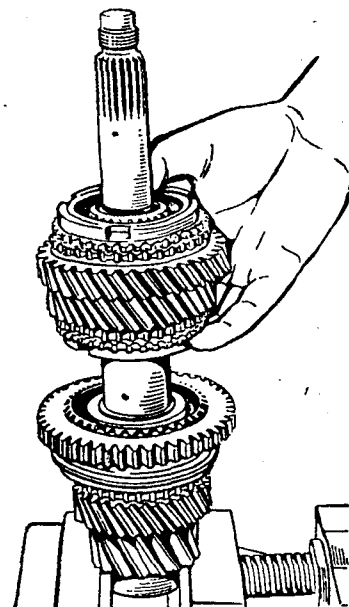

Рис. 3.31. Снятие шестерён второй и третьей передач с подшипниками
- ✓ шестерни второй и третьей передач с игольчатыми подшипниками, проставочными кольцами и кольцами синхронизатора (рис. 3.31);